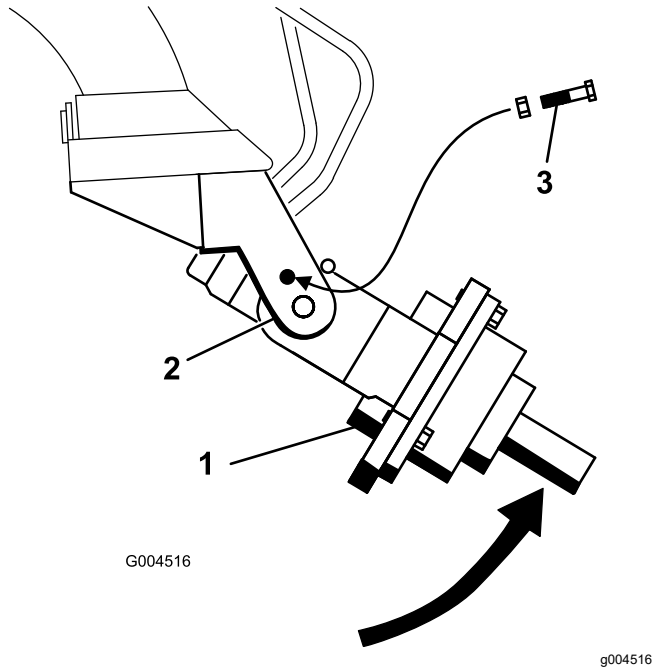

图 5
5. 手动向上旋转螺旋钻驱动头直到您可以将螺栓 $\frac{1}{2} \times 2\frac{1}{2}$ 英寸滑入托架臂上的孔中固定驱动头。用螺母 $\frac{1}{2}$ 英寸轻轻固定螺栓如图 5 所示。
3. 手动向上旋转螺旋钻驱动头直到您可以将螺栓 $\frac{1}{2} \times 2\frac{1}{2}$ 英寸滑入托架臂上的孔中固定驱动头。用螺母 $\frac{1}{2}$ 英寸轻轻固定螺栓如 图 5 所示。